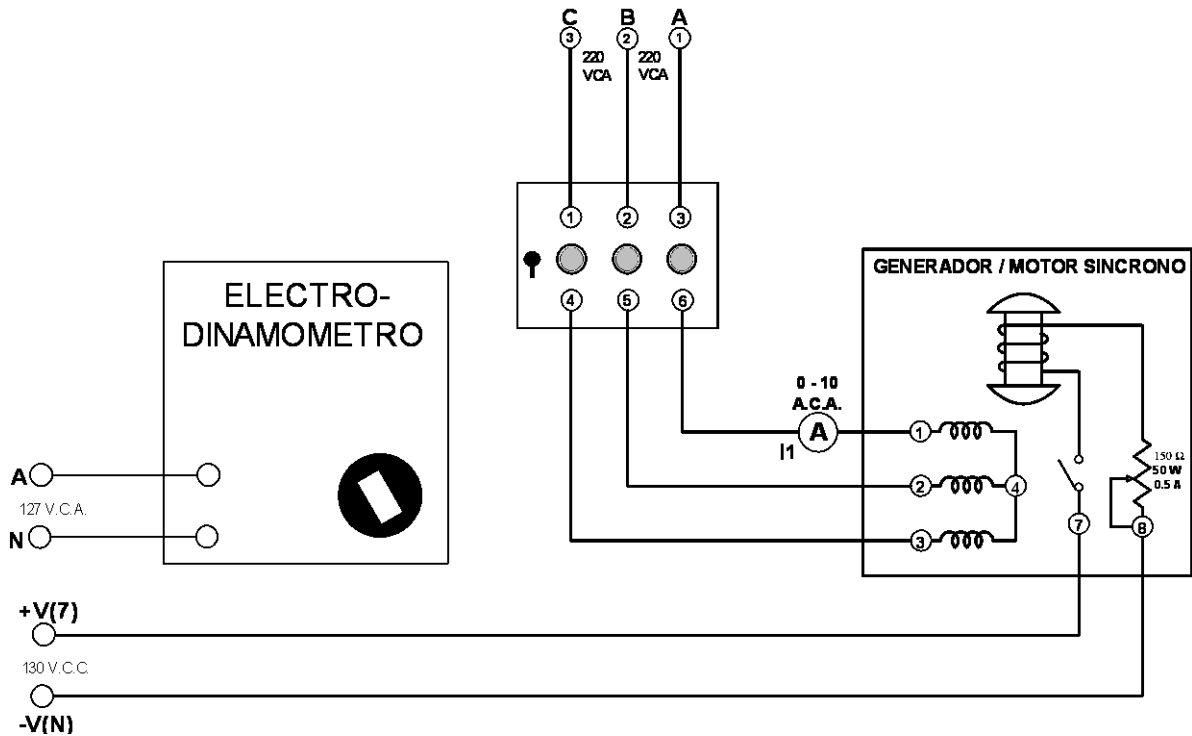

Fig. A11-2
5.- Conecte el circuito que aparece en la figura A11-2, utilizando el electrodinamómetro y el sistema de sincronización. Acople el motor al electrodinamómetro por medio de la banda.